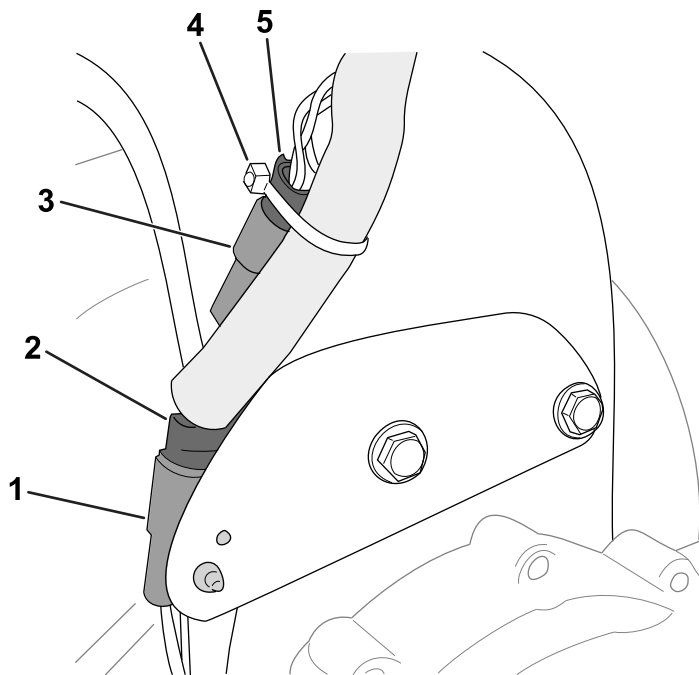

Bild 5
1. Verbinden Sie den 2-poligen Stecker des Getriebemotors mit dem Verbindungsclip an der Kabelbaumhalterung (Bild 5).
2. Verbinden Sie die Motorstecker mit den Steckern des Kitkabelbaums (Bild 5):
7. Verwenden Sie einen Kabelbinder, um die in Bild 5 dargestellten Steckverbindungen am Kitkabelbaum zu befestigen.